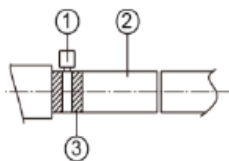

Рис. 4.3.2
- (1) Вставить дренажный шланг в отверстие и затянуть его лентой, см. рис. 4.3.2.
- (2) Затянуть хомут; расстояние между гайкой и шлангом не должно превышать 4 мм.
- ① металлический хомут (аксессуар)
② Дренажный шланг (опционально)